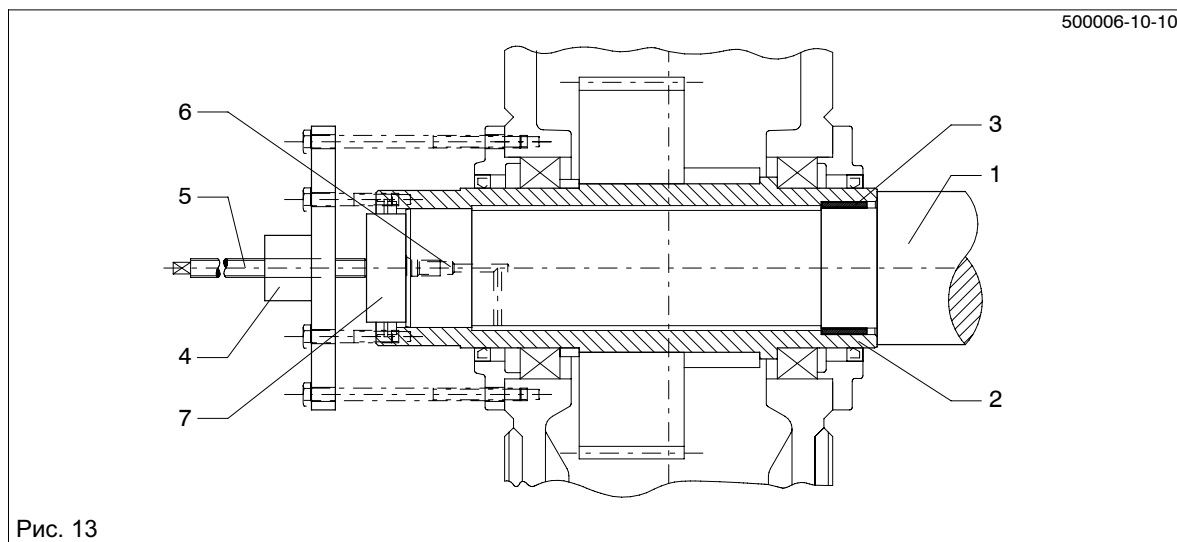
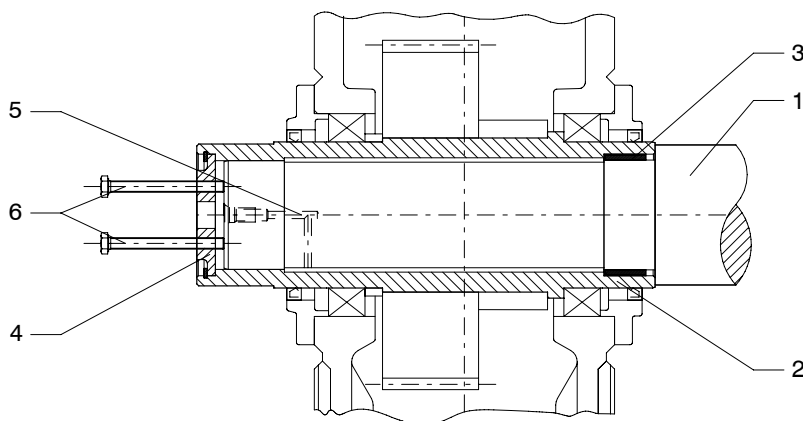

Рис. 13
Рис. 14
- При образовании ржавчины на посадочных плоскостях для облегчения снятия передачи насосом закачать под давлением растворитель ржавчины в пустое пространство сверленного отверстия, чтобы он попал на посадочное место. Нанесение растворителя ржавчины можно проводить через сверление в машинном валу (смотри Рис. 13).
- Отжатие передачи от машинного вала может быть выполнено по возможности на месте при помощи отжимного винта на концевом диске (см. рис. 14), центральным ходовым винтом или, предпочтительнее всего, гидравлическим агрегатом Лукаса.
- После достаточного действия растворителя снять передачу при помощи устройства согласно рис. 13 или рис. 14.
Если при этом, как показано на рис. 13, опора не только на полый вал, но и имеется дополнительное объединение с кожухом, силы отжима не должны превышать значений, приведенных в приведенной ниже таблице.